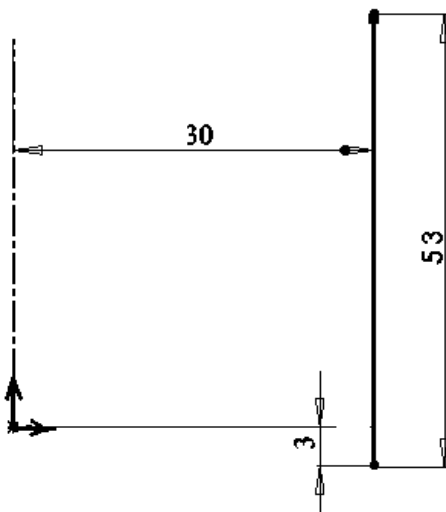

Рис. 2.11
12. Рисуем эскиз в соответствии с рис. 2.11.